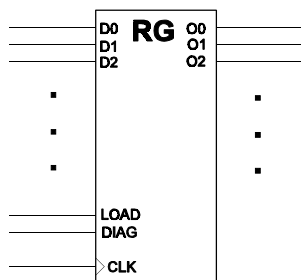

Abbildung 4
6. Entwerfen Sie ein vollsynchrones Register gemäß Abbildung 4 mit folgenden Funktionen: